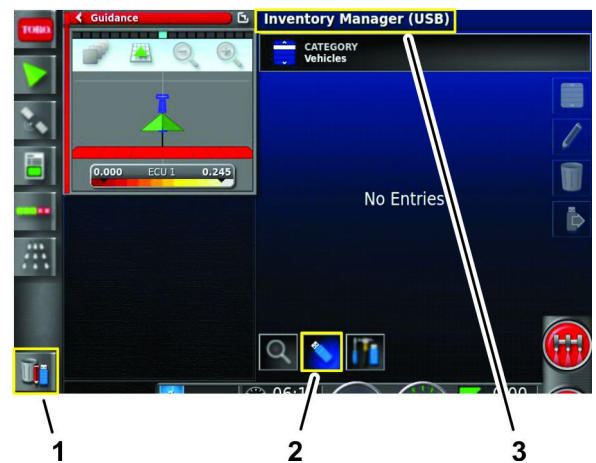

图 97
3. 按“库存管理器”图标 图 97。
4. 如果屏幕顶部的标题注明是库存处理器USB 按切换视图图标 图 97。